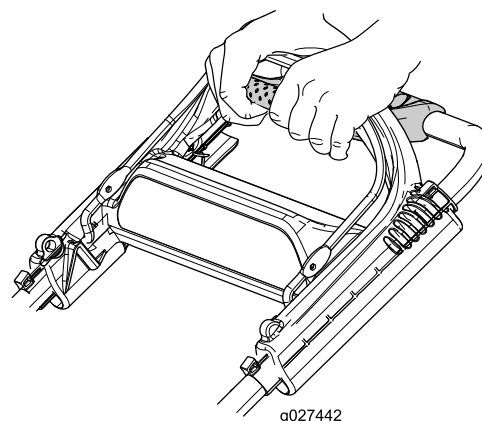

Figure 16
1. Saisissez les coins de la poignée du bout des doigts (Figure 16).